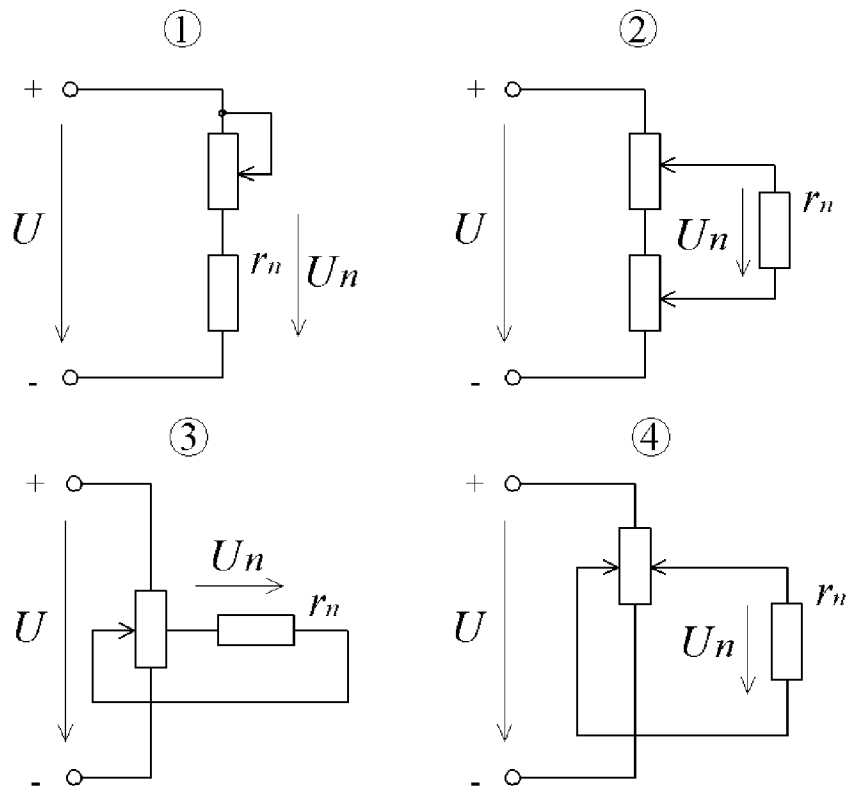

Рис. 5.6
5.1.43. Какая из схем, приведенных на рис. 5.6, позволяет регулировать напряжение потребителя от  $U_{\text{п}} = 0$  до  $U_{\text{п}} = U$  и изменять его полярность?